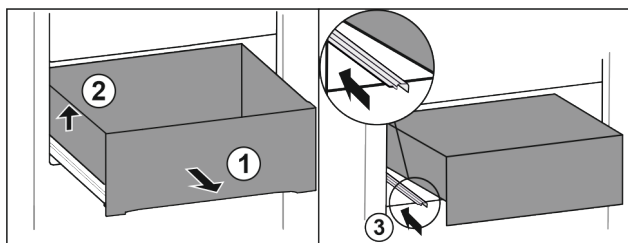

Fig. 127
- Tërhiqni sirtarin jashtë deri në fund. Fig. 127 (1)
- Ngrini lart sirtarin majtas. Fig. 127 (2)
- Shtyni brenda shinën e majtë. Fig. 127 (3)